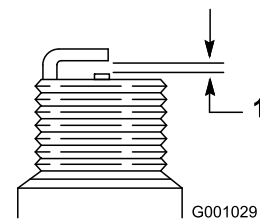

Figura 39
4. Ajuste el espacio entre los electrodos a 0,76 mm si la bujía es nueva, según se muestra en Figura 39.